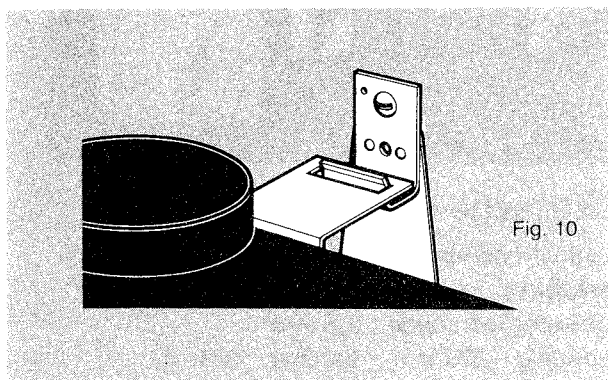

Fig. 10
- De ketel omhoog duwen zodat het bovenste uiteinde van de rugplaat in de haak van het platstaal schuift. De ketel tegen de muur drukken en hem laten rusten op de montageplaat (fig. 10)